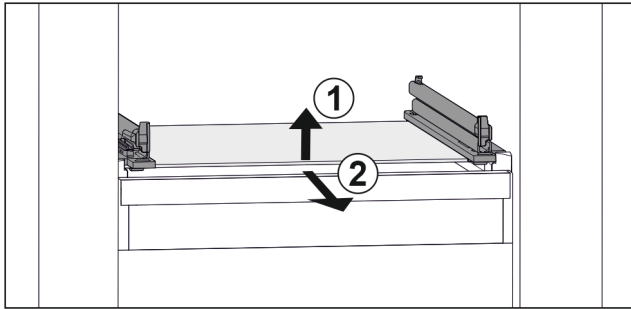

Fig. 26 Voorbeeldweergave van glasplaat
- ▶ Glasplaat aan de voorkant optillen. Fig. 26 (1)
- ▶ Glasplaat naar voren toe verwijderen. Fig. 26 (2)